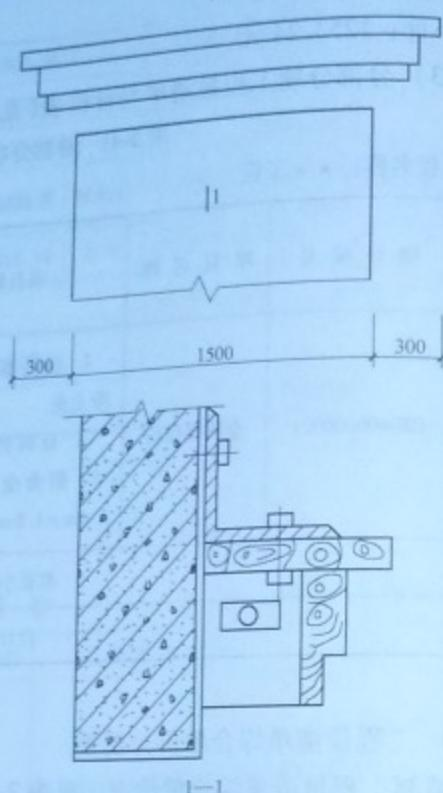

图 2-30 某工程木制窗帘盒立面图及剖面图
**【例 2-30】** 某工程有 20 个窗户，其窗盒为木制，如图 2-30 所示。